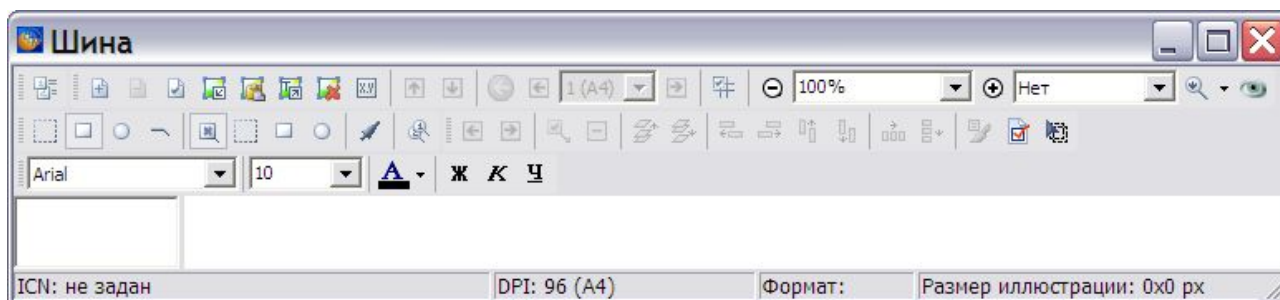

Рис. 6.46
6. Нажмите на кнопку **Применить**. При этом откроется окно для создания и редактирования иллюстраций с названием иллюстрации (Рис. 6.46).